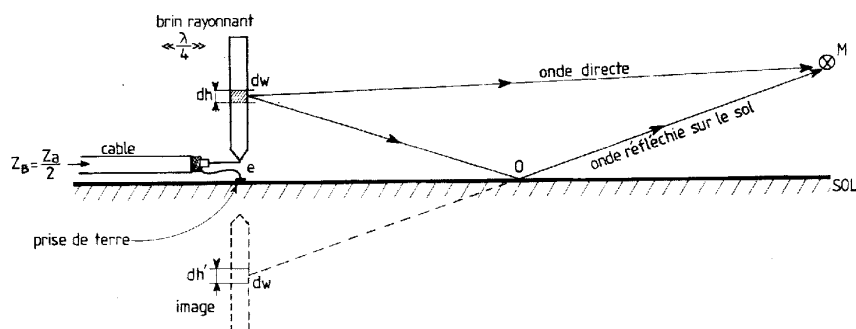

Fig. 2 – Mise en évidence d'une antenne virtuelle (image).
- une onde qui a rebondi sur le sol en O (fig. 2). Tout se passe comme s'il y avait un élément dh enfoui dans le sol, lequel rayonnerait la même énergie dw . On démontre qu'il se crée alors une image virtuelle analogue à celle que l'on remarque dans un miroir, à propos d'un objet placé dessus, comme par exemple une bougie, et qui s'y reflète. Dans le cas d'une bougie, le résultat est deux lumières; donc, deux sources d'énergie rayonnent, alors qu'il n'y a qu'une consommant réellement de l'énergie!